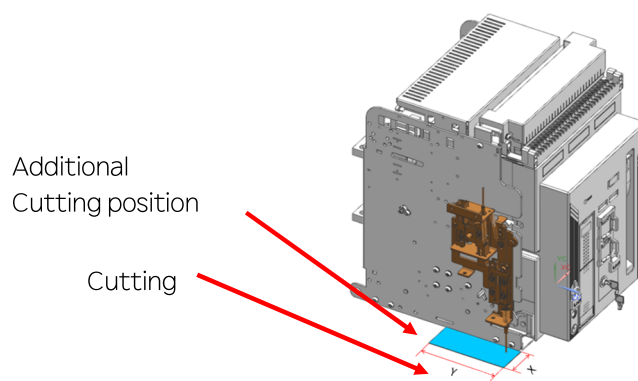

Fig 1
1. M/I (Mechanical interlock) UNIT를 적용 시 원활한 설치 및 안정된 동작을 위하여 CRADLE 좌측 바닥면을 X (70mm) * Y (140mm)이상의 치수로 커팅하여 주십시오. [FIG 1]
1. When installing M/I(Mechanical Interlock) Unit, Cut the left bottom of CRADLE at least X(70mm) * Y(140mm) size for convinience in installation and stability in running. [Fig 1]